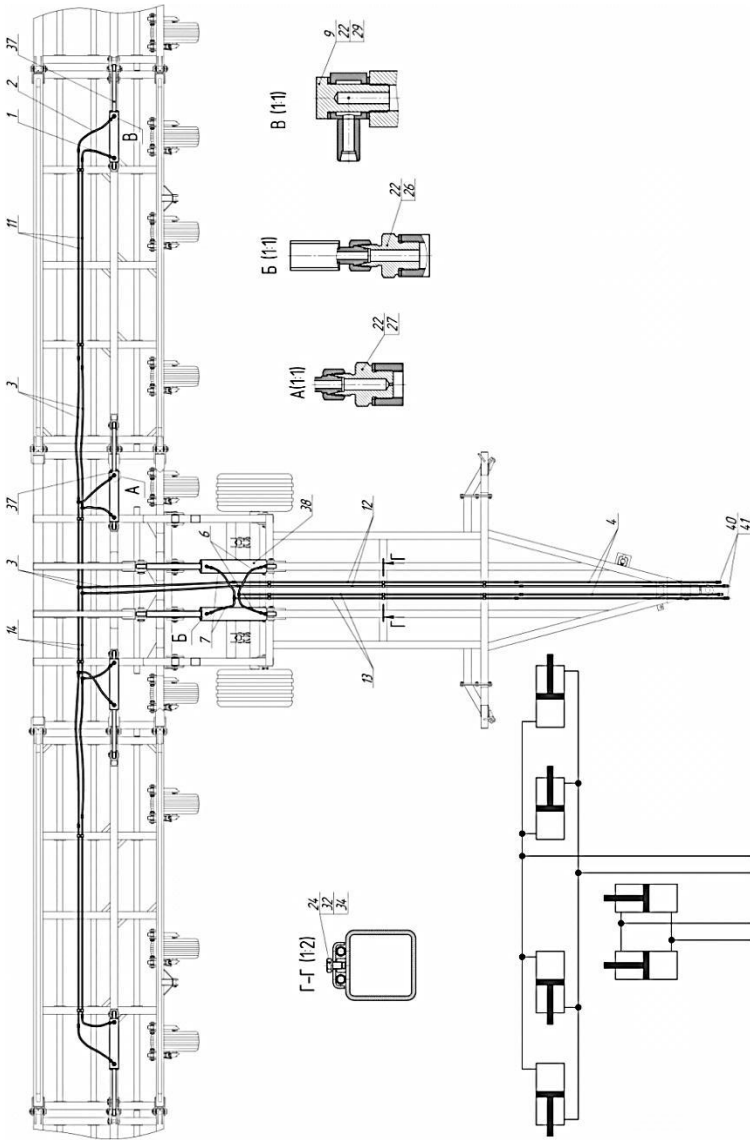

Рисунок 4 – Схема гидросистемы культиватора
3.5 Гидросистема (рисунок 4) предназначена для перевода культиватора из транспортного положения в рабочее и обратно, для разворотов культиватора в конце прохода. Состоит из металлических маслопроводов, рукавов высокого давления (РВД), гидроцилиндров подъёма рабочего полотна 125x56x590, гидроцилиндров складывания крыльев и открывков 80x40x400.
4.1.7 Соединить гидромагистраль согласно схемы рис.4.